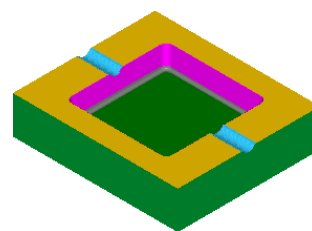

图 11.40 仿真结果
(1) 在 **刀具路径管理器** 选项卡中单击 **✓** 按钮，然后单击 **🔍** 按钮，系统弹出“Mastercam Simulator”对话框。
(2) 在“Mastercam Simulator”对话框中单击 **▶** 按钮，系统将开始进行实体切削仿真，结果如图 11.40 所示。单击 **✗** 按钮关闭“Mastercam Simulator”对话框。